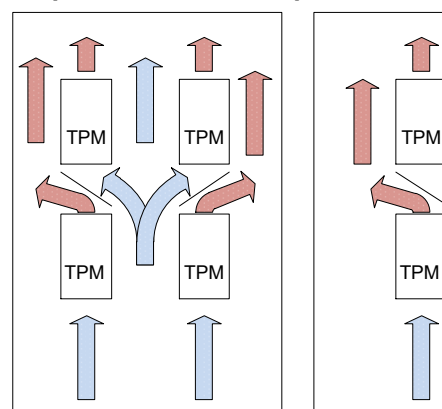

Рис. 11
- При установке регуляторов друг над другом между ними должно быть не менее 15см свободного пространства и дополнительно установлен дефлектор для отвода горячего воздуха (см. рис. 11).
ВНИМАНИЕ! при повышении температуры окружающей среды уменьшается максимальная допустимая мощность нагрузки регулятора (см. рис. 11).